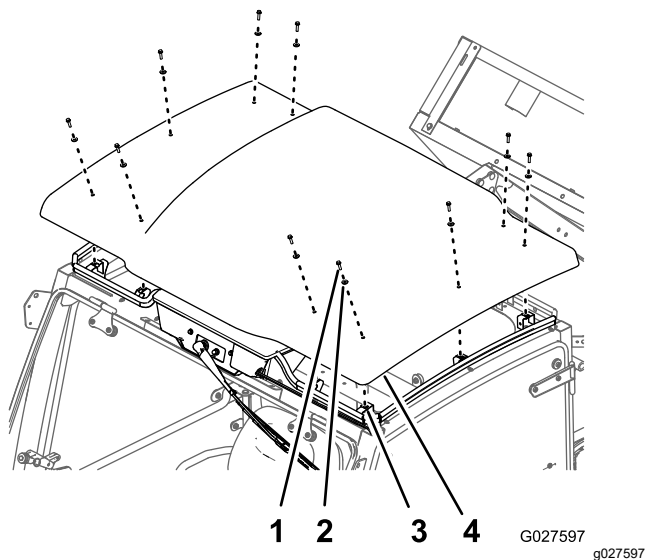

Рисунок 33
1. Выверните 10 болтов (1/4 x 1 дюйм) и снимите 10 уплотнительных шайб (1/4 дюйма), которые крепят панель крыши к опорным кронштейнам крыши на кабине (Рисунок 33).